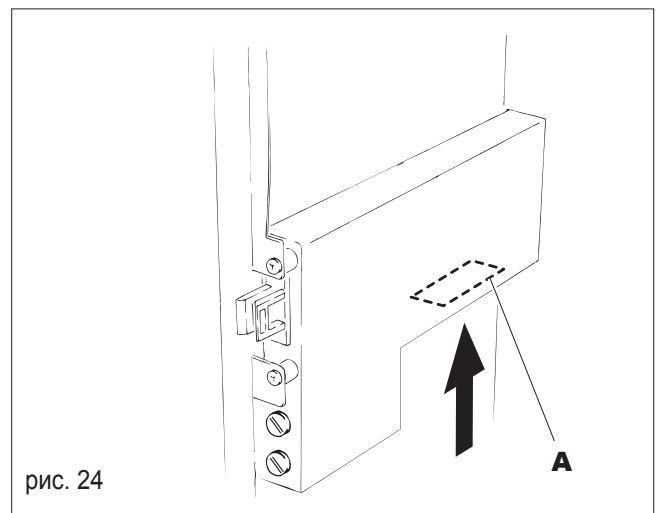

рис. 24
- Внутри автомата, для технических целей, есть розетка на 220 В переменного тока (А, рис. 24). Для того, чтобы она функционировала, необходимо только включить питание торгового автомата.